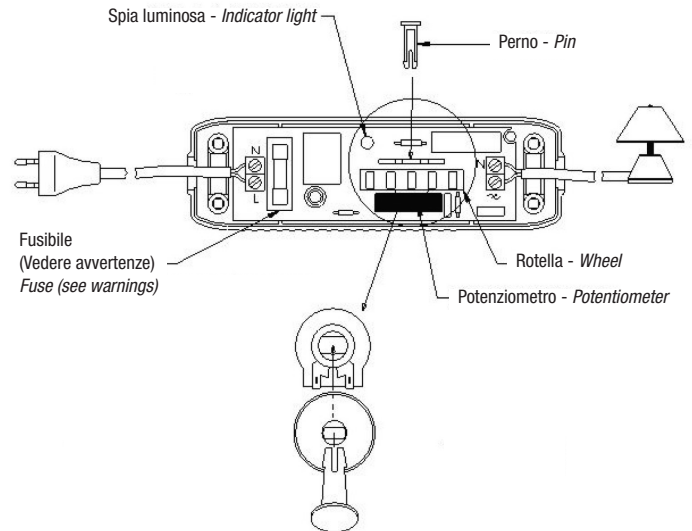

Fig. 3
- 2) Con cables redondos el sujetacables se aplica como en la Fig. 3
- 2) Com cabos redondos o prendedor de cabo deve ser aplicado como na Fig. 3
- 2) Med runde kabler skal kabelklemmen anvendes som vist i Fig. 3